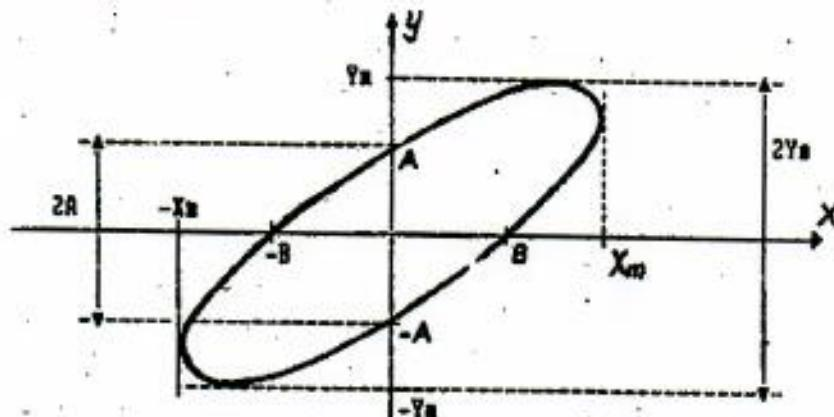

Рис.2. Измерение разности фаз двух синусоидальных сигналов методом эллипса
найдем точки пересечения эллипса с осью ординат (рис.2). Это и соответствует значению $X(t) = 0$. Подставив его в (10), получаем
Таким образом, для определения разности фаз необходимо измерить по осциллографме (в делениях шкалы экрана осциллографа) величины A и y_m , по их отношению, используя (12), определить $\sin(\varphi)$ и далее по таблице $\arcsin(\varphi)$ или с помощью калькулятора найти угол. Для удобства считывания с экрана осциллографа целесообразно определять удвоенные величины A и y_m (см. рис.2), т.к. при этом меньше оказывается погрешность центровки эллипса на экране.